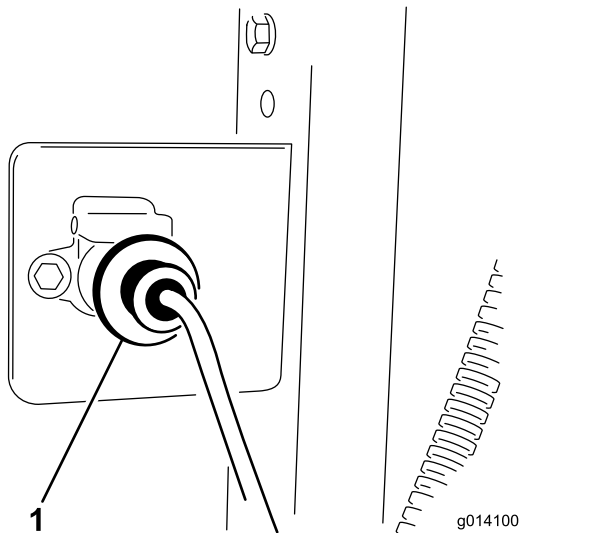

Figura 10
3. Sujete el conector del arnés de cables al soporte con 2 pernos (1/4" x 1") y tuercas (Figura 10).
5. Conecte el arnés de cables de la unidad base al arnés de cables del vehículo de remolque (Figura 10). El conector está situado entre los manguitos hidráulicos acoplados al vehículo de remolque.